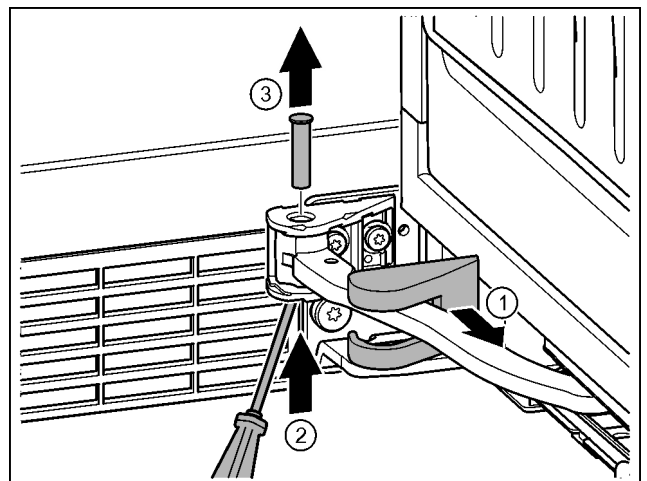

Fig. 17
- ▶ Retire la cubierta del soporte de cojinete y desplácela a lo largo de la articulación. Fig. 17 (1)
- ▶ Levante el perno desde abajo con el dedo o un destornillador. Fig. 17 (2)
- ▶ Desplácelo con un destornillador por debajo de la cabeza del perno y extráigalo. Fig. 17 (3)